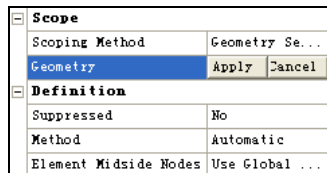

图 3-6 Geometry 设置
- 步骤 02** 在网格参数设置栏中选择 Scope→Geometry 选项，在图形区域选择应用该方法的体，单击 **Apply**（应用）按钮，如图 3-6 所示。